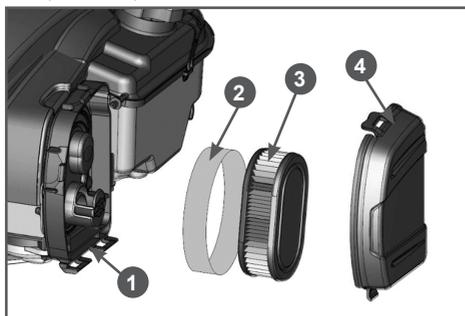

Рис. 20 Обслуживание воздушного фильтра
1. Нажмите на фиксаторы и снимите крышку 4 воздушного фильтра (Рис. 20).
2. Извлеките воздушный фильтр в сборе (поролоновый фильтрующий элемент 2 и бумажный фильтрующий элемент 3) из корпуса 1 воздушного фильтра (Рис. 20).
3. Снимите поролоновый фильтрующий элемент 2 с бумажного фильтрующего элемента 3 (Рис. 20).
7. Установите сухой поролоновый фильтрующий элемент 2 на бумажный фильтрующий элемент 3 (Рис. 20).
8. Очистите корпус 1 и крышку 4 воздушного фильтра от загрязнений, не допуская попадания грязи в воздуховод, ведущий к карбюратору (Рис. 20).